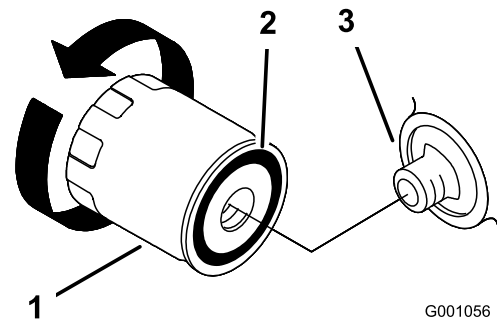
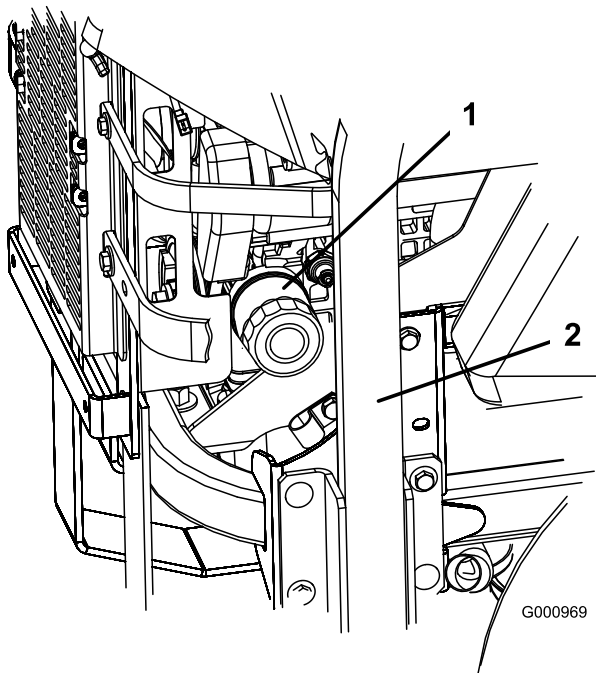

Figure 42
Figure 41
2. Tournez le filtre dans le sens anti-horaire pour le déposer (Figure 41 et Figure 42).